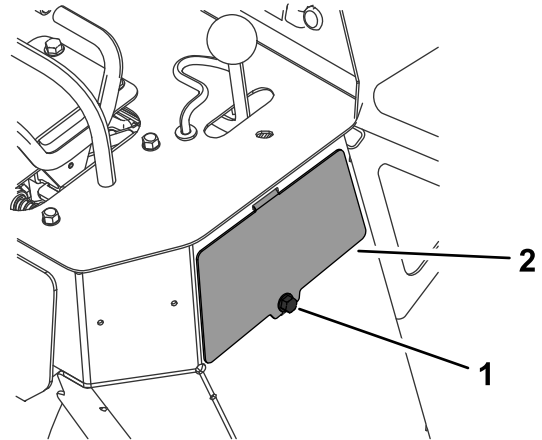

Figure 53
3. Déposez le boulon et le panneau d'accès sur le côté droit de la machine (Figure 53).
5. Remettez le panneau d'accès en place et fixez-le avec le boulon (Figure 53).